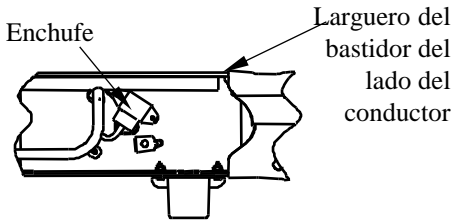
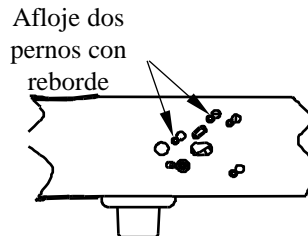

Figura 4a
Figura 3b
2. **En vehículos pickup 2007 “Estilo de carrocería nueva” con un controlador de freno del remolque OE:** Vuelva a ubicar el enchufe eléctrico que se encuentra en el interior del larguero del bastidor del lado del conductor sobre la rueda posterior (Figura 4a). El enchufe se puede quitar del bastidor aflojando los dos pernos en el exterior del bastidor y empujando las cabezas de los pernos a través de las ranuras del orificio de la llave, como se muestra en la Figura 3b. Instale el enchufe al soporte angular que viene con el kit de montaje. El soporte se instalará al interior del bastidor con un perno de 3/4” en un paso posterior.